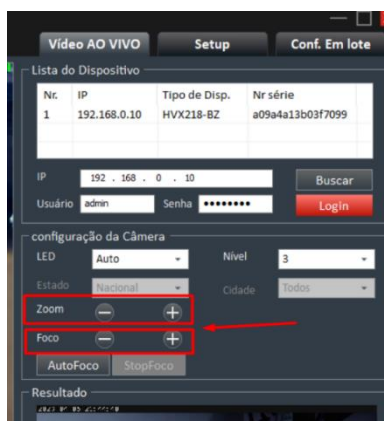

Figura 20: Ajuste de zoom e foco
2. Após a conclusão do passo acima, a imagem ficará desfocada. Clique no botão "AutoFoco" para obter o foco automático ou clique manualmente em "Foco" para fazer o ajuste fino (o tamanho da placa do carro deve ser alterado de acordo). Veja figura 20.